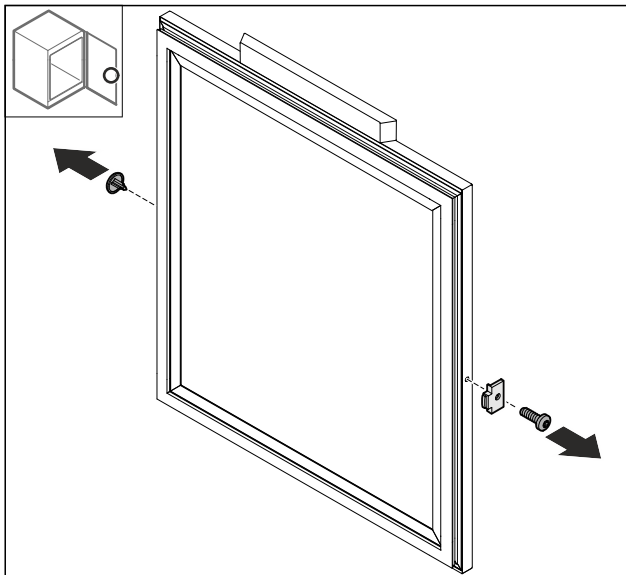

Fig. 69
- Poista suojus Fig. 69 (1).
- Irrota oven pysäytin Fig. 69 (2).